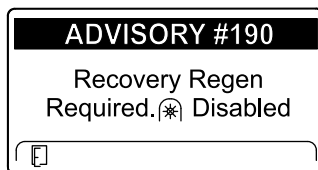

Figura 53
- É necessária uma regeneração de recuperação – tomada de força desativada AVISO N.º 190 (Figura 53)